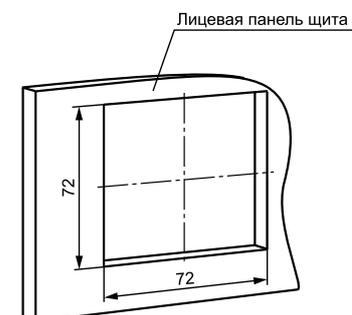

Рисунок 1 – Установочные размеры
1. Подготовить на двери шкафа установочное отверстие согласно установочным размерам (см. рисунок 1).